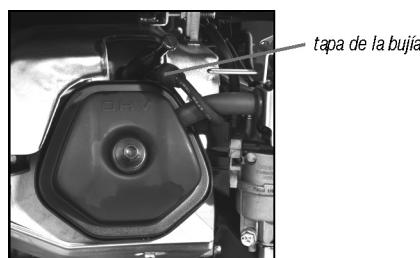

Fig. 25 – retirando la bujía
- 4 – Con auxilio de una llave de bujía, retire la bujía (fig. 25);